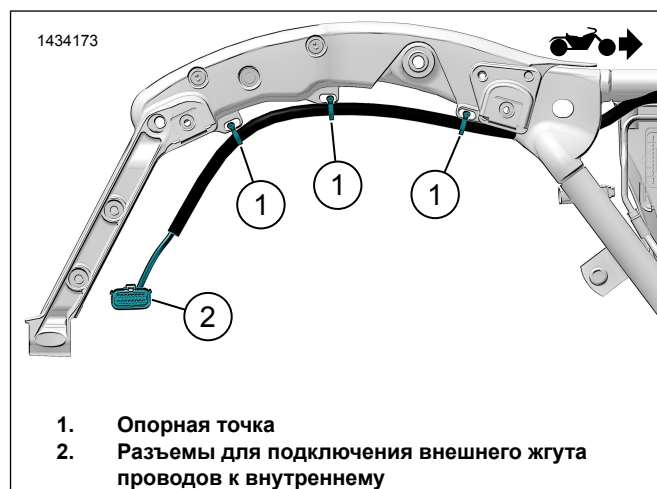
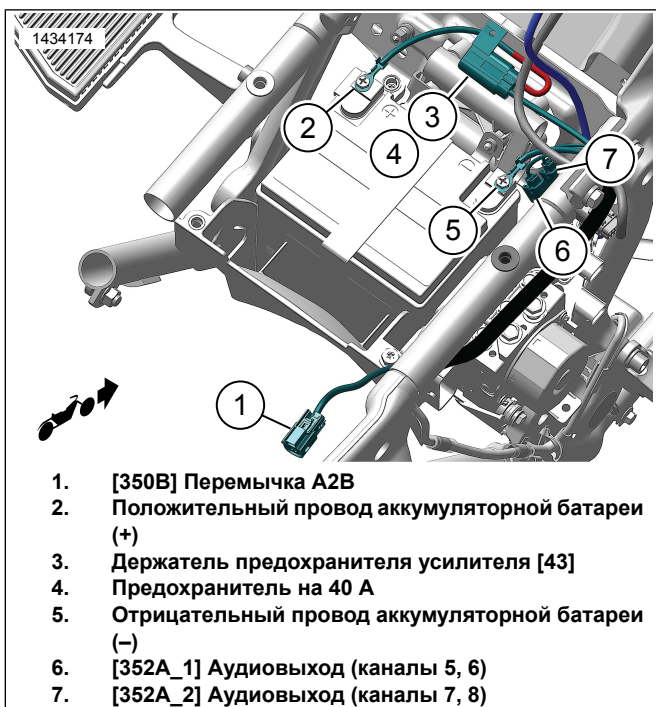

Рисунок 17. Прокладка внешнего жгута проводов (стандартная)
Рисунок 18. Прокладка внешнего жгута проводов (стандартная)
- a. См. рис. 17. Свободно закрепите жгут проводов на опорных точках (1) с помощью стяжек кабеля. Не затягивайте стяжки кабеля.
- c. См. рис. 18. Проложите оставшийся жгут проводов в отсек аккумуляторной батареи.
- d. Подсоедините отрицательный провод аккумуляторной батареи (2).
- e. Подсоедините положительный провод аккумуляторной батареи (4).
- f. Установите предохранитель (4) в держатель предохранителя (3).
- g. Закрепите держатель предохранителя (3) с помощью стяжки кабеля.
- h. Проложите разъемы (1) в сторону левой боковой крышки, а разъемы (5, 6) в сторону правой боковой крышки.
2. См. рис. 17. Подключите внешний жгут проводов кофра к внутреннему жгуту проводов (2) на кофре.
3. См. рис. 18. Подключите [350В] (1) жгута проводов второстепенного усилителя к [350А] жгута проводов главного усилителя.
- a. **Модели FLTRKSE 2022 года выпуска:** подключите [350В] (1) жгута дополнительного усилителя к двухстороннему разъему.